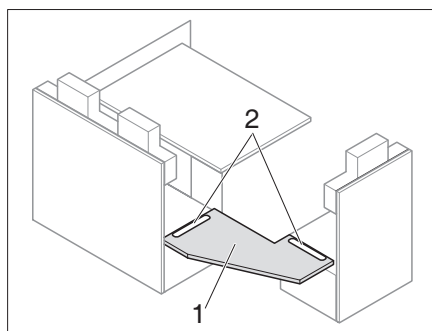
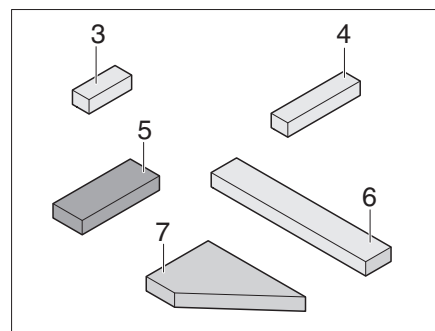
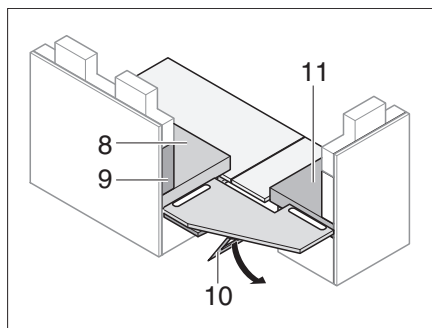
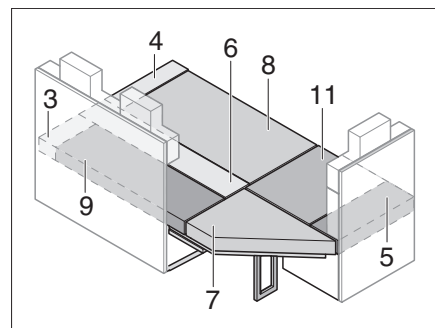

Fig. 185 Placer la plaque de renforcement
Fig. 186 Coussin supplémentaire
Fig. 187 Soutenir la plaque de renforcement
Fig. 188 Après la transformation
- Insérer la plaque de renforcement (Fig. 185,1) dans les encoches (Fig. 185,2).
- Déployer le support (Fig. 187,10) en dessous de la plaque de renforcement (Fig. 185,1).
- Placer les coussins d'assise, de dossier et les coussins supplémentaires comme montré à la Fig. 188 (les numéros de référence se rapportent à Fig. 186 et Fig. 187).
- Déployer les rallonges de la banquette (Fig. 185).